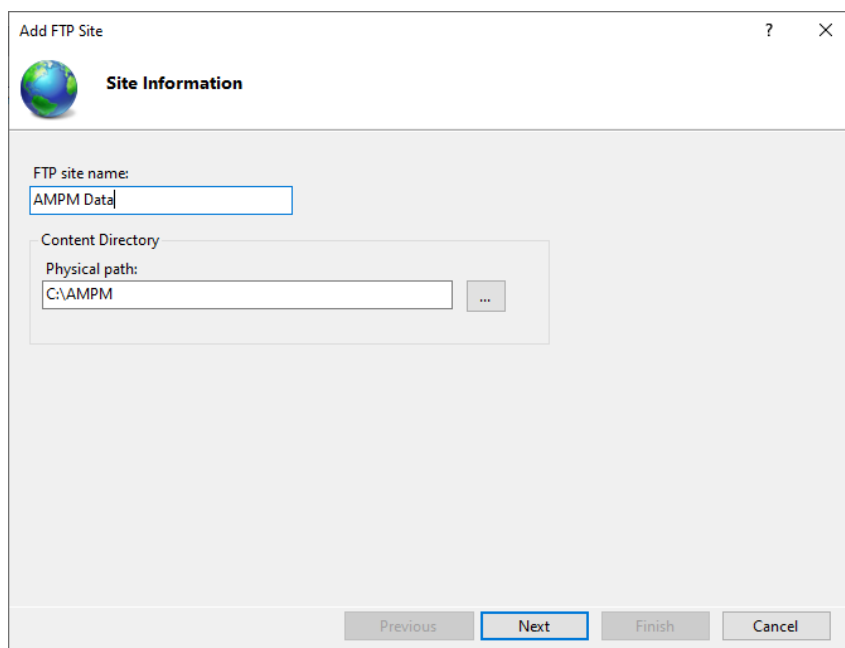

Abbildung 36 Site benennen
5. Benennen Sie die FTP-Site. Wir empfehlen „AMPM Data“ bzw. „AMPM Daten“ (siehe Abbildung 36).